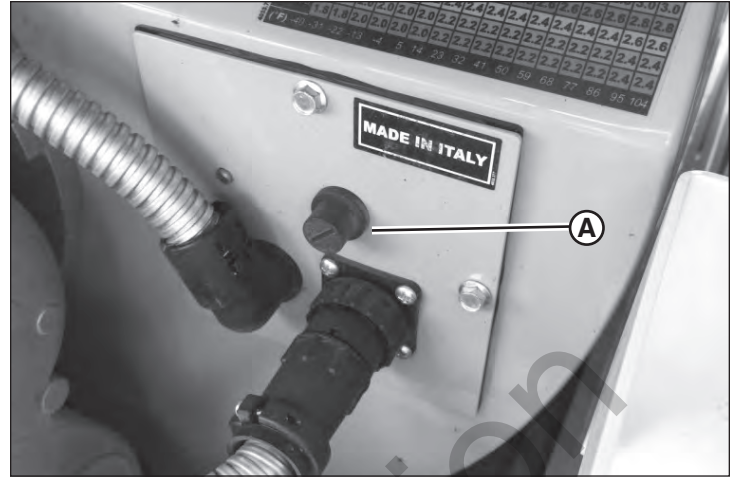

Figure 41
3. Réinitialiser l'appareil de chauffage. Dévisser le couvercle en plastique (A, Figure 41) protégeant le bouton de réinitialisation sur l'arrière de l'appareil de chauffage. Appuyer et tenir le bouton de réinitialisation pendant environ 5 secondes. Réinstaller le couvercle protecteur.